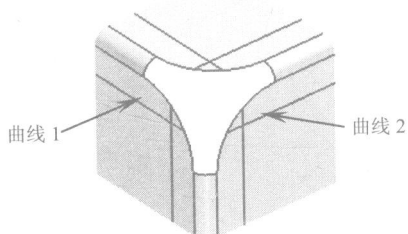
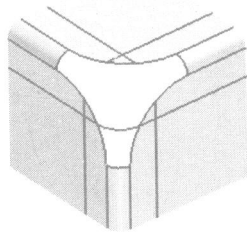

图1-30
图1-31
23. 在【曲线】工具条中单击【桥接曲线】按钮，弹出【桥接曲线】对话框。依次选择桥接的曲线 1 和曲线 2，如图 1-30 所示，最后单击  按钮创建桥接曲线，结果如图 1-31 所示。